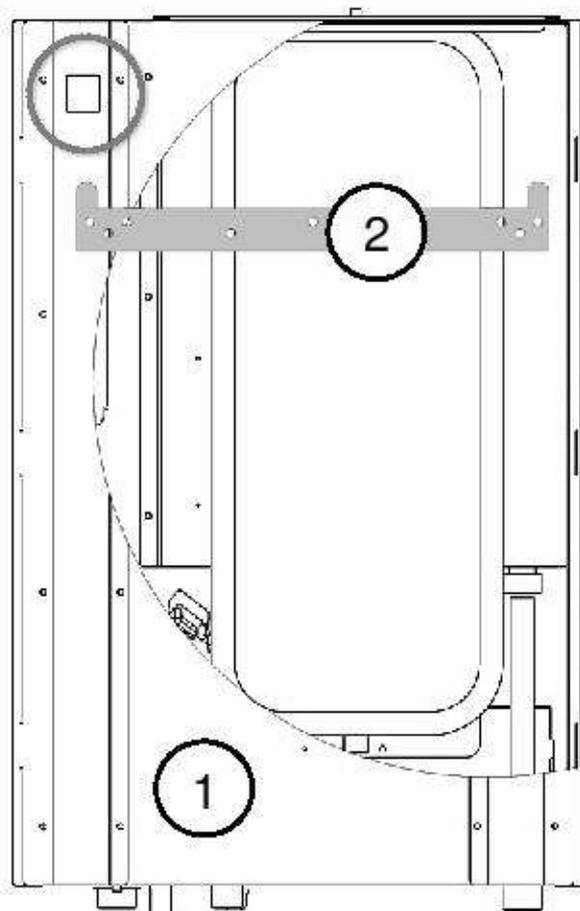

Рис. 12 Монтажные отверстия электрокотла
- После крепления монтажной планки (кронштейна) на стене (несущей поверхности) повесить котел монтажными отверстиями на крюки монтажной планки (См. Рис. 12).